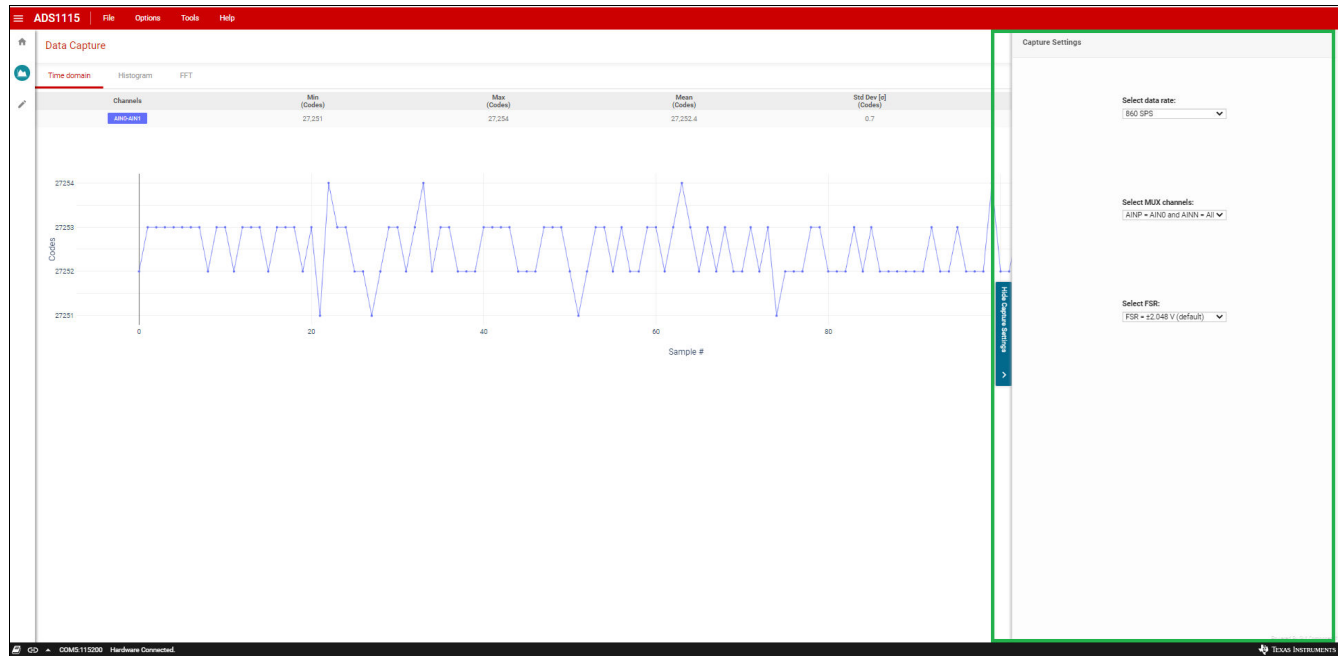

图 5-20. 采集设置
**Chart** ( 图表 ) 窗口的右侧显示了一个滑出式菜单。点击 **Show Capture Settings** ( 显示采集设置 ) 的滑出式菜单后会显示各种配置并可供选择 ( 如图 5-20 中绿色框所示 )。 **Capture Settings** ( 采集设置 ) 下拉菜单包括以下选项：